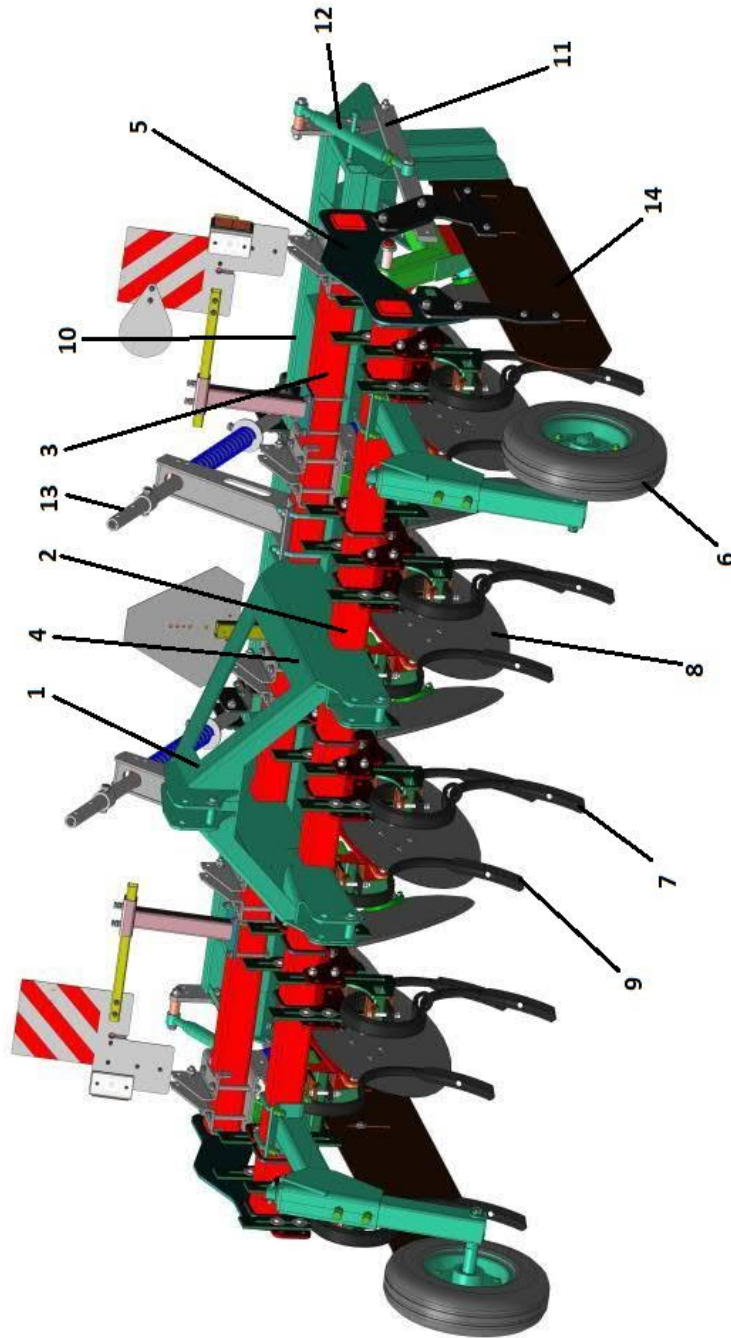

Рисунок 1 – Общий вид культиватора-гребнеобразователя КГО
3.1 Культиватор (рис. 1) содержит сварную раму с навесным устройством 1, состоящую из переднего 2 поперечного бруса и заднего 3 поперечного бруса, связанных посредством боковин 4 и кронштейнов 5. На переднем бруске установлены опорные колеса 6, S-образные стойки с подпружинниками и рыхлительными лапами 7 и S-образные стойки с рыхлительными лапами 9. На заднем поперечном бруске 3 установлены дисковые окучники 8. Сзади культиватора установлен гребнеобразователь 10, соединенный с культиватором при помощи тяг 11 талрепов 12 и труб 13. По бокам культиватора установлены защитные щитки 14.